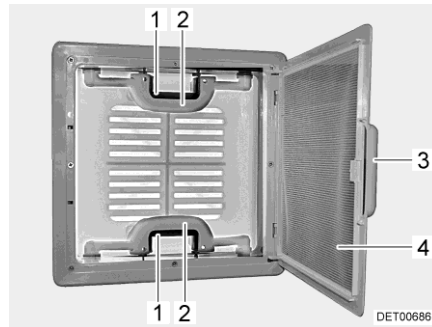

Fig. 20 Lanterneau à pousoirs
- Tirer sur la poignée (Fig. 20,3).
- Rabattre la moustiquaire (Fig. 20,4) vers le bas.
- Appuyer sur le verrou (Fig. 20,1) vers l'intérieur du lanterneau. Pousser le lanterneau simultanément vers le haut par la poignée (Fig. 20,2).
- Faire basculer la moustiquaire (Fig. 20,4) vers le haut jusqu'à ce qu'elle s'enclenche.
- Tirer fortement le lanterneau vers le bas par les deux poignées (Fig. 20,2) jusqu'à ce que les deux pousoirs (Fig. 20,1) s'encliquettent.